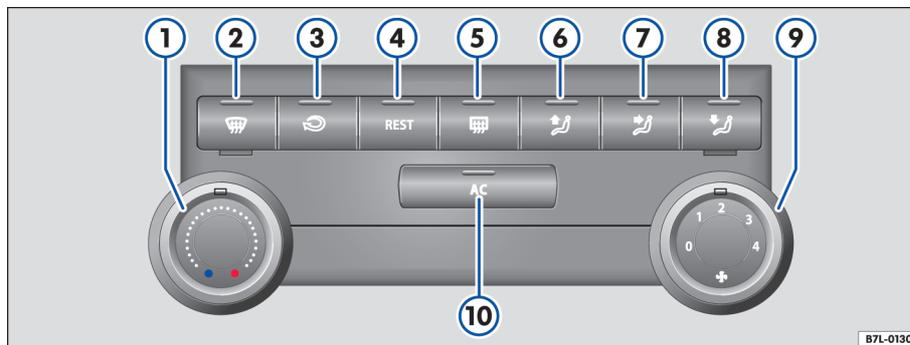

Fig. 76 Mandos del climatizador en el tablero de instrumentos
- Gire el regulador de la temperatura ⇒ fig. 76 ① o el mando de la turbina ⑨, para ajustar la temperatura o la potencia de la ventilación.
- ① Regulador de temperatura ⇒ página 104.
- ② Mando  – Función de descongelación del parabrisas. Con ella se desconecta la